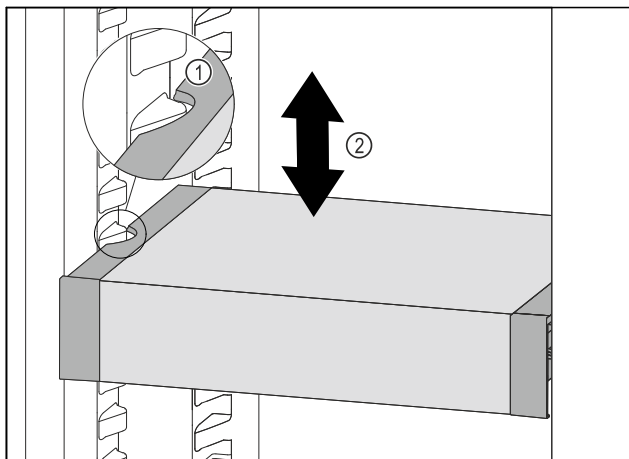

Fig. 87
- 向前移动 VarioSafe，直到 VarioSafe 两侧的凹槽与冷藏区中的容器肋梁持平。Fig. 87 (1)
- 在冷藏区中向上或向下移动 VarioSafe，直至所需高度。Fig. 87 (2)